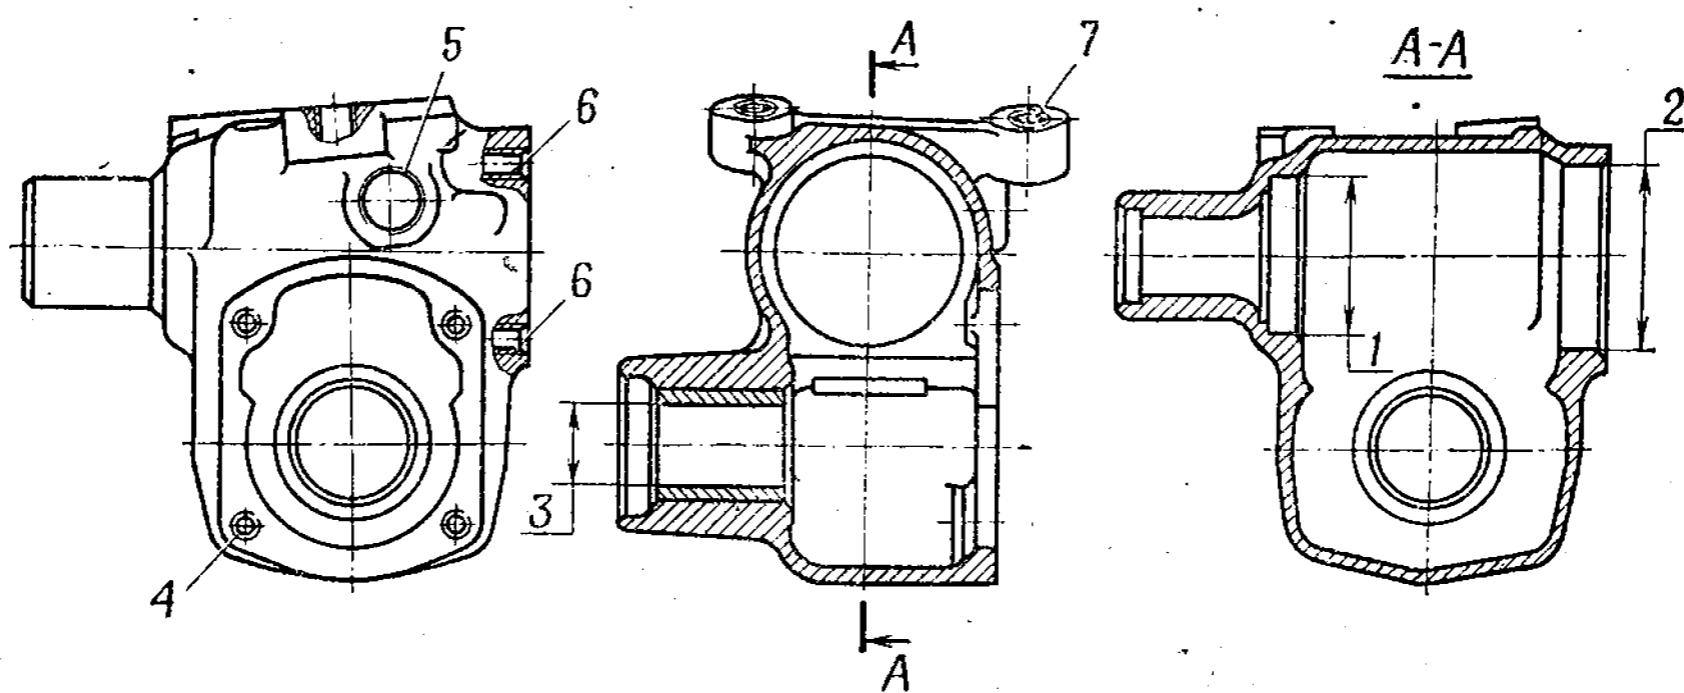

Рис. 145. Картер рулевого управления с втулкой в сборе
1. Картер рулевого управления с втулкой в сборе (рис. 145)